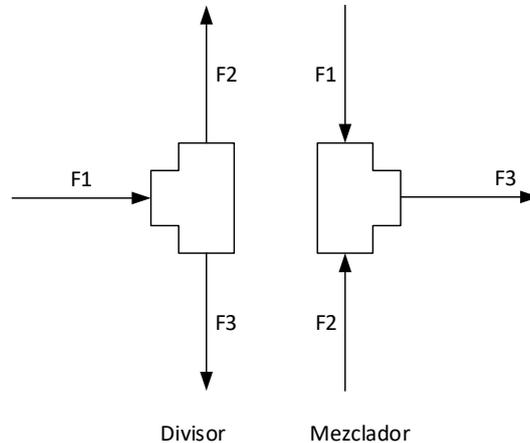

Figura 1: Divisor y mezclador.
5. Para el divisor mostrado en la Figura 1, realice las siguientes actividades. Emplee los valores informados en la Tabla 1 para las propiedades de la corriente de entrada.
6. Para el mezclador mostrado en la Figura 1, realice las siguientes actividades. Suponga que no hay reacción química, que el estado es pseudoestacionario. Emplee los valores informados en la Tabla 1 para las propiedades de las corrientes de entrada.